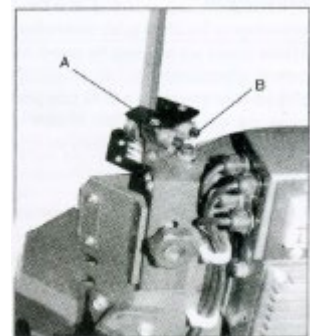

Fig.14
2. Lossa sexkantsskruven (A – fig. 14) och justera kullagren så att lagret bakom klingan är 0,08–0,12 mm från klingans baksida.